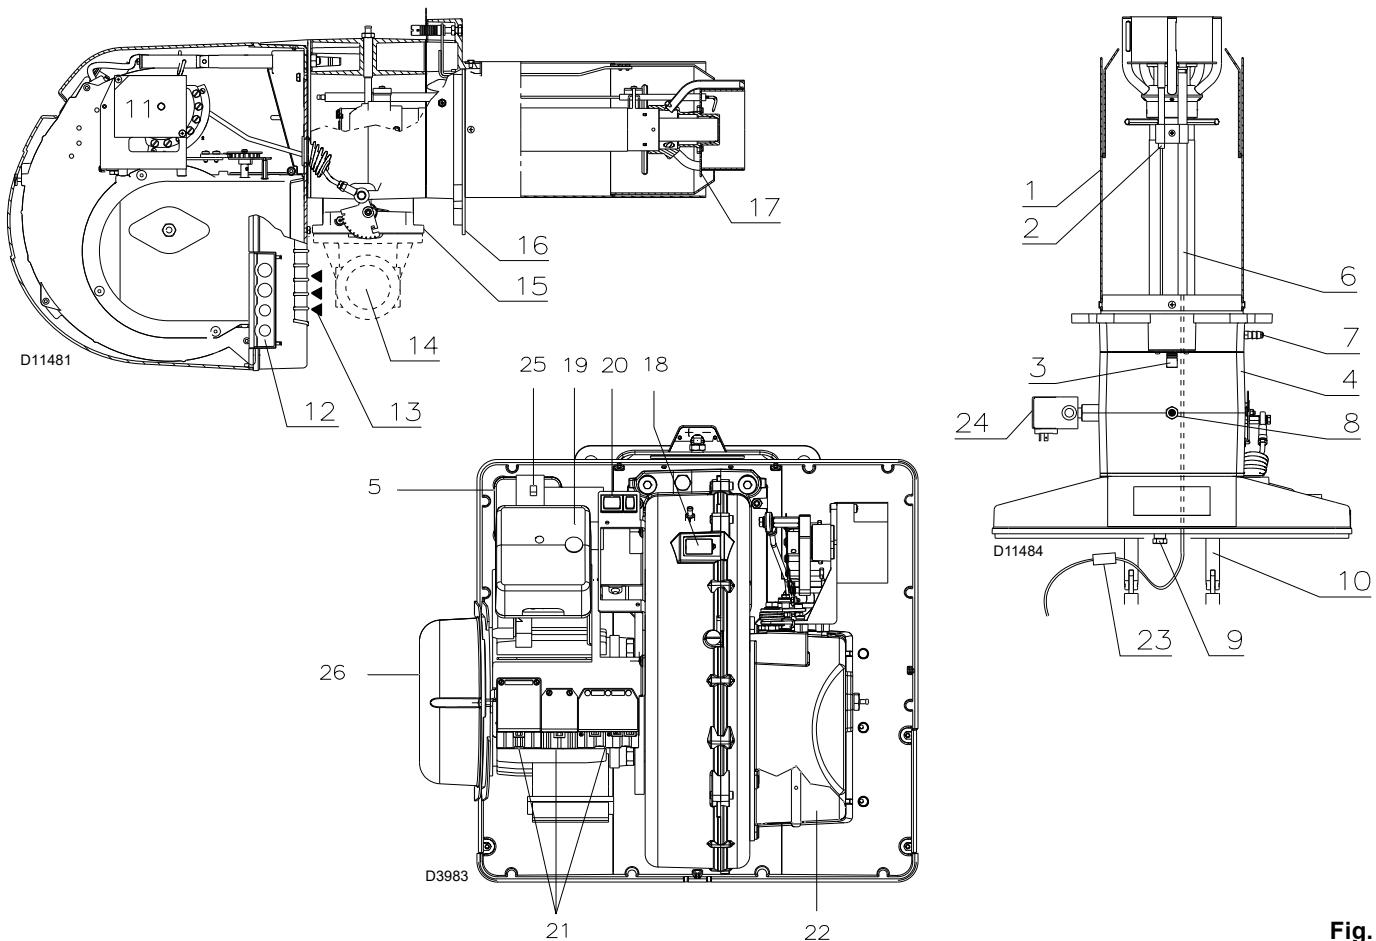

Fig. 5
(1) Condiciones de referencia: Temperatura ambiente 20 °C - Temperatura gas 15 °C - Presión barométrica 1013 mbar - Altitud 0 m s.n.m.
(2) Presión en la toma 5)(Fig. 5) con presión cero en la cámara de combustión y a la potencia máxima del quemador.
(3) Prueba de emisiones sonoras realizadas de acuerdo con la Normativa EN 15036-1 con precisión de medición ó = ± 1,5 dB, en el laboratorio de combustión del fabricante con quemador funcionando en caldera de prueba a la máxima potencia.